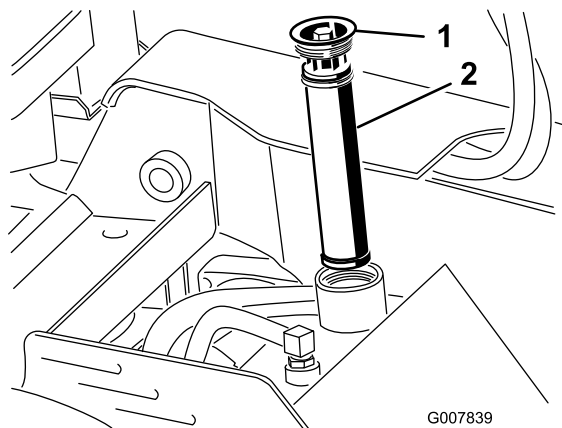

Figure 9
- B. Enlevez le bouchon/filtre hydraulique du goulot de remplissage du réservoir hydraulique (Figure 9).
- D. Remettez le bouchon et le filtre en place dans le goulot de remplissage (Figure 9), et serrez le boulon sur le dessus du bouchon à un couple de 13 à 15,5 N m.